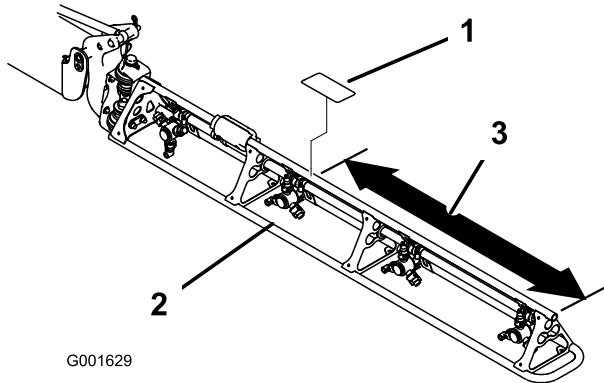

図 6
1. 図 6 に示すようにブーム先端から測る。
3. デカルの裏紙をはがし、ブームにデカルを貼り付ける (図 6)。